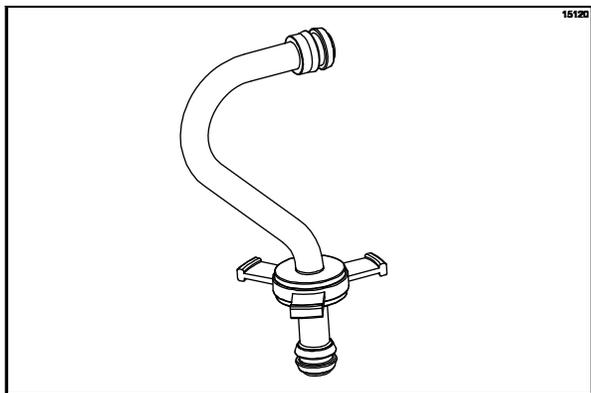

図152
10. フィードチューブアッセンブリーを組み立てます。フィードチューブの溝にチェックリングをはめめます(図152を参照)。